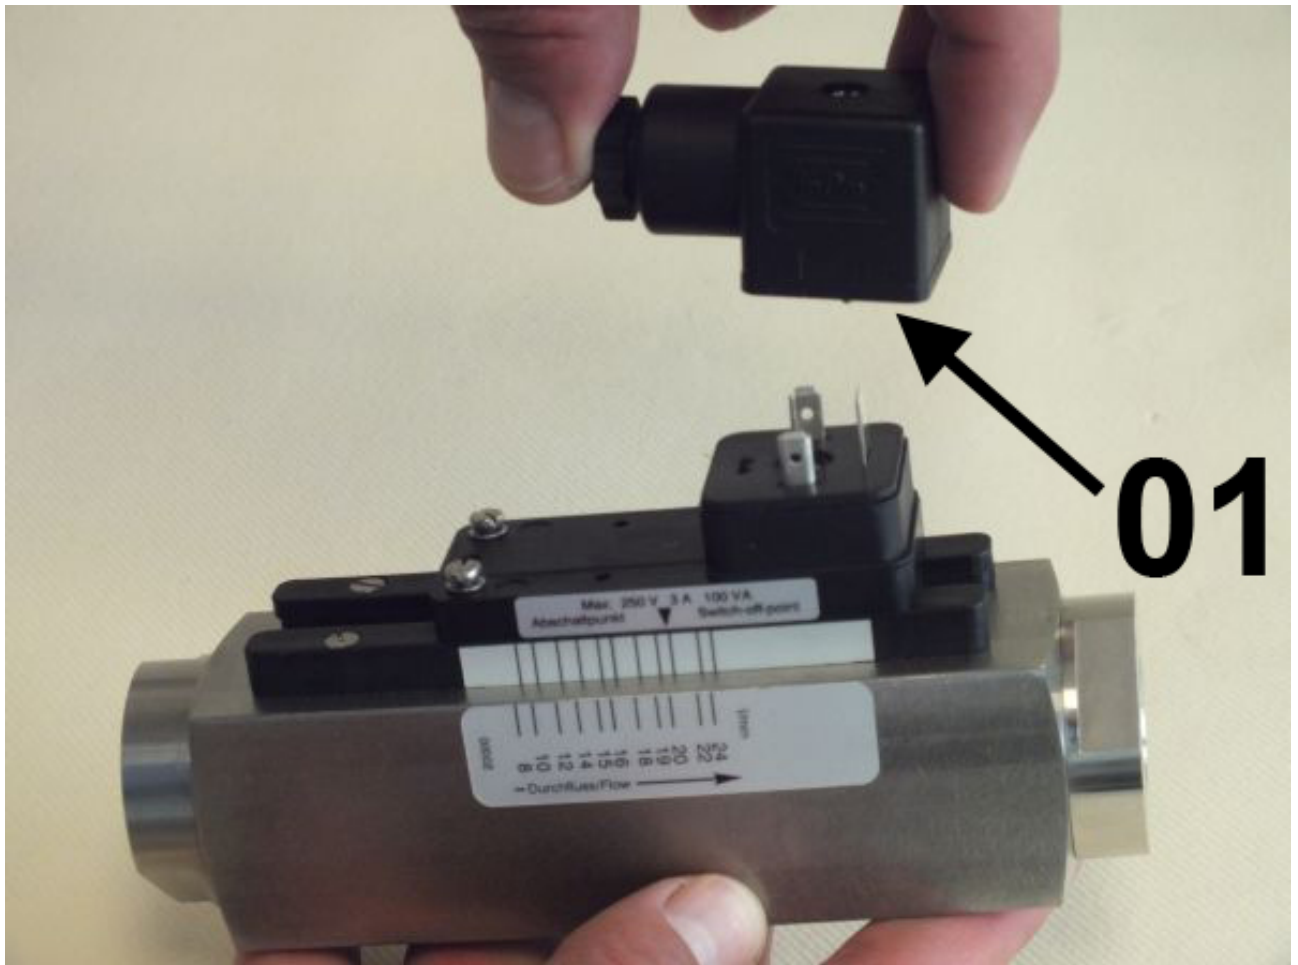

Abb. 28: Steckerdose abziehen
2. Steckerdose (Abb. 28/01) abziehen